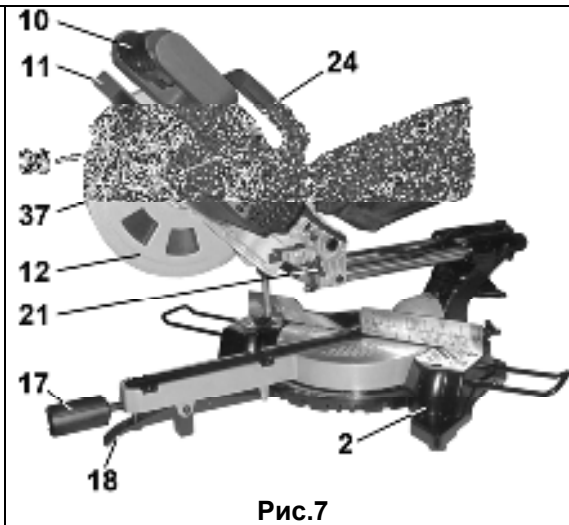
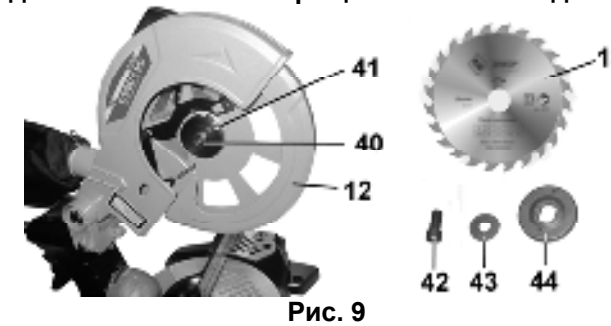
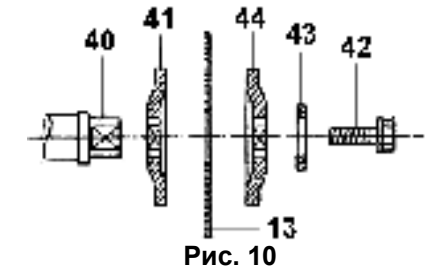

Рис. 7
Рис. 9
Рис. 10
Нажмите и удерживайте кнопку блокировки (38), Рис.7, проворачивая пильный диск (13) до его блокировки. Выкрутите болт (42) по часовой стрелке. Снимите наружный фланец (44) и пильный диск (13), Рис. 9; 10.
Помните, что твердосплавные напайки на зубьях пильного диска (13) весьма хрупкие. Крайне внимательно обращайтесь с пильным диском (13), избегая его падений и ударов по напайкам, Рис. 9,10. Перед установкой пильного диска (13) внимательно осмотрите каждую напайку. На них не должно быть трещин и сколов. После установки пильного диска (13) при первом включении и при последующей работе не находитесь в плоскости вращения пильного диска (13), Рис. 2.
Установите пильный диск (13) в соответствии с последовательностью, указанной на Рис.10, так, чтобы зубья пильного диска (13) были направлены вниз в передней части пилы, Рис.2; 3. На шпindel (40) установите внутренний фланец (41), пильный диск (13) с соответствующим посадочным диаметром. Установите наружный фланец (44), шайбу (43). Закрутите болт (42), Рис.10, вращением против часовой стрелки, удерживая кнопку блокировки (38) фиксации пильного диска (13) в нажатом положении, Рис.7; 9;10.